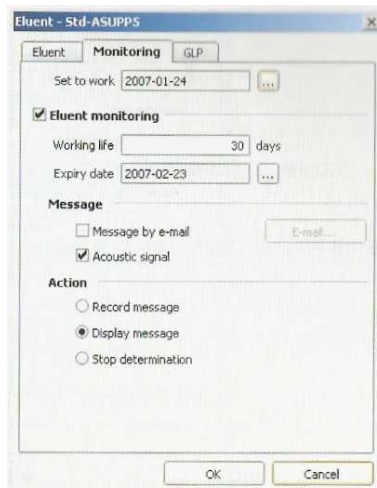

Figura 9.4 – Janela do software Magic Net IC, eluent.
- Clicar em “MONITORING” Figura 9.4.